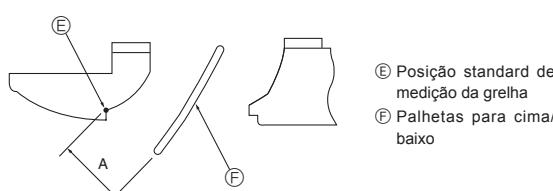

Fig. 8-10
- ③ Para ajustar a direcção de fluxo do ar pretendida, move lentamente as palhetas para cima/baixo dentro do limite especificado. (Fig. 8-10)